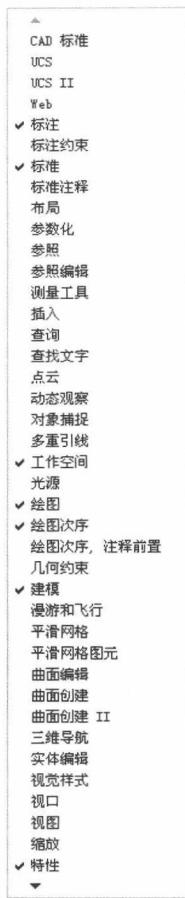

图 1-7 单独的工具栏标签
(1) 设置工具栏。AutoCAD 2014 提供了几十种工具栏，将光标放在操作界面上方的工具栏区右击，系统会自动打开单独的工具栏标签，如图 1-7 所示。单击某一个未在界面显示的工具栏名，系统自动在界面打开该工具栏；反之，关闭工具栏。